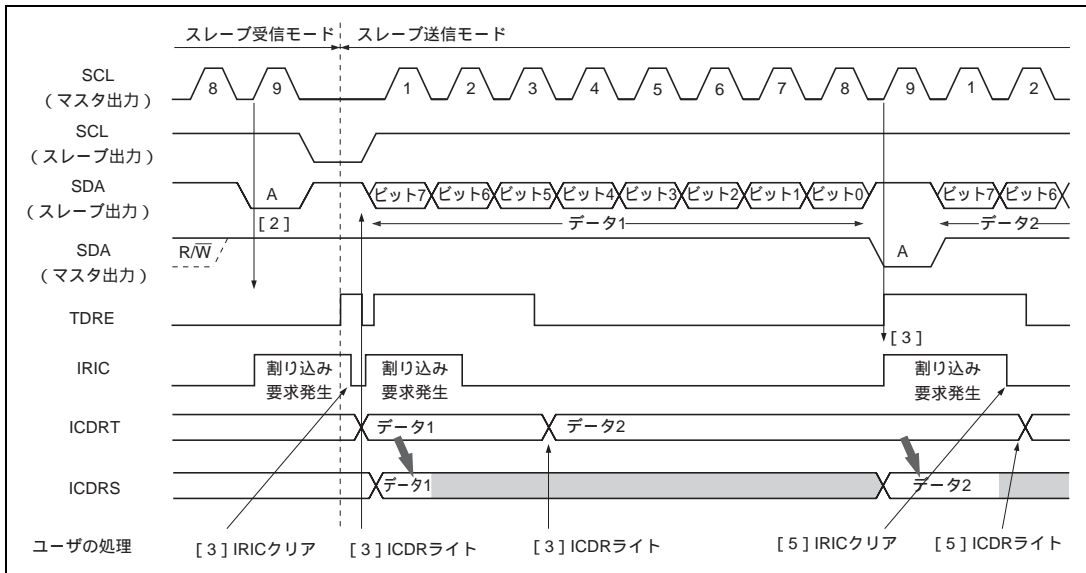

図 16.11 スレーブ送信モード動作タイミング例 (MLS=0 のとき)
- [ 3 ] IRICフラグを0にクリア後、ICDRにデータをライトします。このときTDRE内部フラグは0にクリアされます。ライトされたデータはICDRSに転送され、TDRE内部フラグおよびIRIC、IRTRフラグが再び1にセットされます。IRICフラグを0にクリア後、ICDRに次のデータをライトします。スレーブデバイスは図16.11で示すタイミングでマスタデバイスが出力するクロックにしたがい、ICDRにライトされたデータを順次送出します。